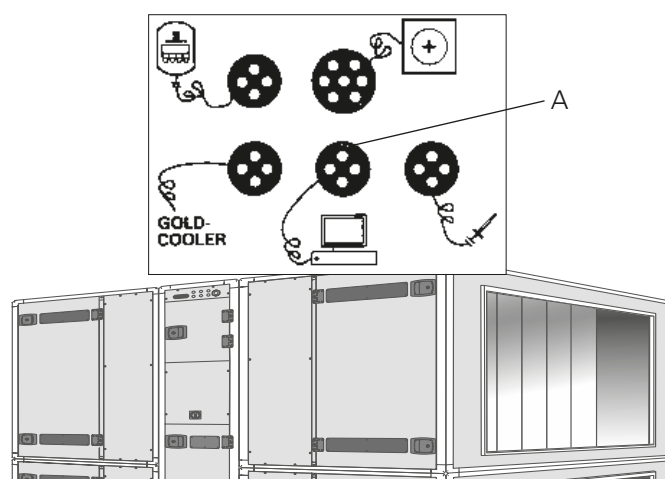

Fig. 8
Anslut matningsspänning 24 VAC till plintar Vin+ (24) och GND (23). Matningsspänning kan hämtas från aggregatets styrenhet, se nedan och fig. 8.
Anslut nätverk från kommunikationsenhet GOLDen GATE till styrenhet GOLD. Använd medlevererad kommunikationskabel. Kommunikationskabeln har en 4-polig rund snabbkoppling och en 9-polig D-sub anslutning. Anslut mellan anslutning A i fig. 8 och punkt 2 i fig. 1.